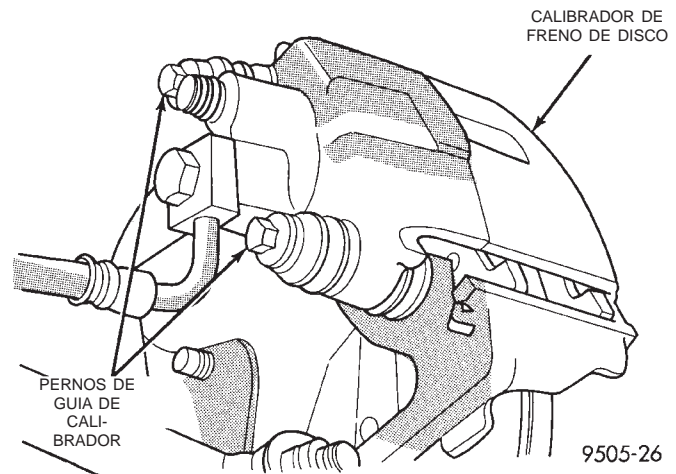

Fig. 70 Pernos del pasador guía del conjunto de calibrador
(1) Eleve el vehículo sobre gatos fijos o céntralo sobre un elevador. Consulte Elevación en la sección de Lubricación y mantenimiento de este manual.
(2) Retire del vehículo los conjuntos de rueda y neumático traseros.
(3) Retire los 2 pernos que fijan el conjunto del calibrador en el pasador guía del adaptador (Fig. 70).
(5) Instale los pernos del pasador guía del conjunto de calibrador en el adaptador y ajústelos (Fig. 70). Apriete luego ambos pernos del pasador guía con una torsión de 22 N·m (192 libras pulgada).
(6) Instale el conjunto de rueda y neumático.
(7) Apriete las tuercas de los pernos de instalación de la rueda en la secuencia adecuada hasta que todas estén con la mitad de torsión de la especificación. Después repita la secuencia de ajuste hasta que complete la especificación total de 135 N·m (100 libras pie).
(8) Retire los gatos fijos o baje el elevador. **Antes de mover el vehículo, bombee varias veces el pedal de freno, para asegurarse de que éste está firme.**
(9) Pruebe el vehículo en la carretera y efectúe varias paradas para desgastar cualquier material extraño presente en los frenos y asentar las pastillas de freno.